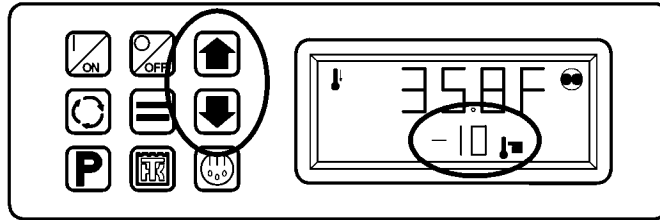

Figura 164: Presione las teclas de flechas Arriba o Abajo
1. Cuando se muestre esta pantalla, presione las teclas de flecha arriba o flecha abajo para seleccionar el punto de consigna deseado (Figura 164).